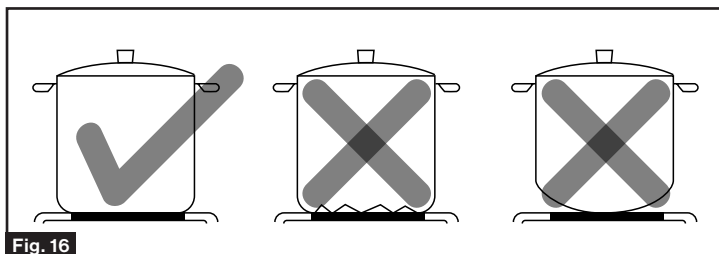

Fig. 16
- No use un recipiente de cocción con bordes irregulares o una base curva. Asegúrese de que la base de su olla sea suave y se apoye de forma chata contra el vidrio. (Fig. 16)